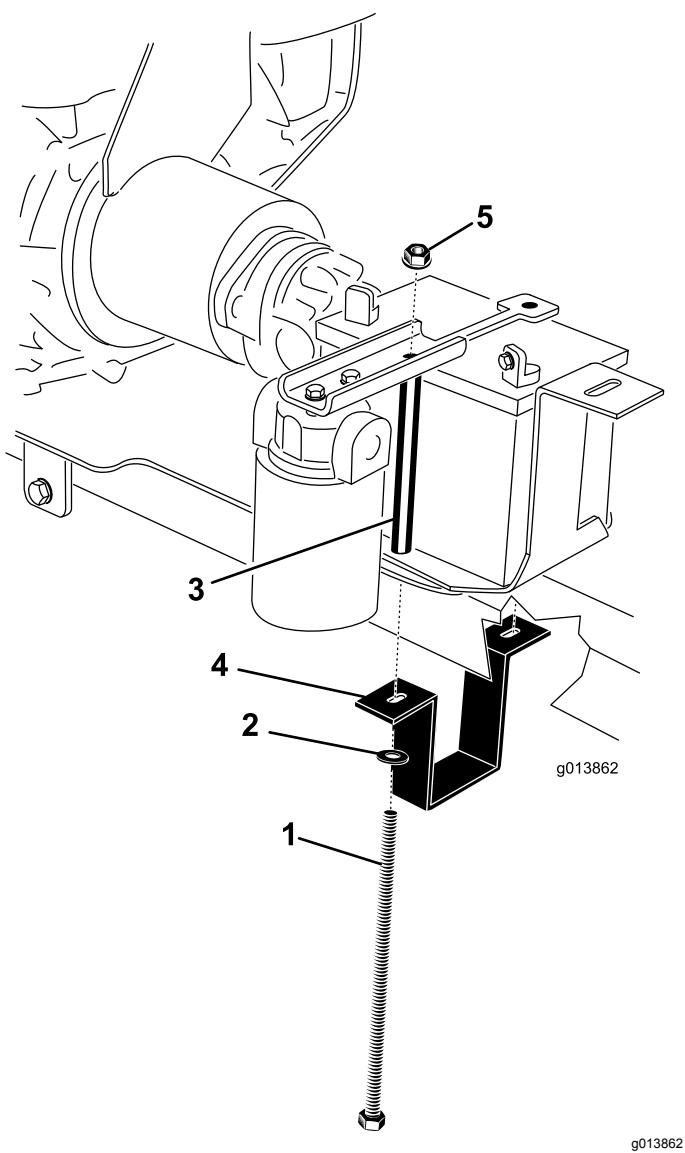

Bild 8
22. Verstellen Sie die Motorbefestigungshalterung so, dass sie eng an der Anbauvorrichtung anliegt. Ziehen Sie die zwei Schrauben ganz fest, mit denen die Motorbefestigungshalterungen an der Motorbefestigungsplatte befestigt sind (Bild 8).
24. Stellen Sie die Batterie auf das Batteriefach; die Pole sollten an der in Bild 8 dargestellten Stelle sein.
25. Setzen Sie die Batteriebefestigung auf die Batterie (Bild 8).
26. Halten Sie die Batteriebefestigungsriemen um die Unterseite des Anbauvorrichtungsrohrs (Bild 8).
27. Stecken Sie an der rechten Seite eine Batterieschraube durch die Scheibe, das Batteriebefestigungsband, die Motorbefestigungsplatte und das Batteriefach und halten sie fest. Setzen Sie eine Bundmutter lose auf (Bild 8).
28. Stecken Sie an der linken Seite eine Batterieschraube durch die Scheibe, das Batteriebefestigungsband, die Motorbefestigungsplatte, das Batteriefach und das Batterieschraubenrohr und halten sie fest. Setzen Sie eine Bundmutter lose auf (Bild 8).